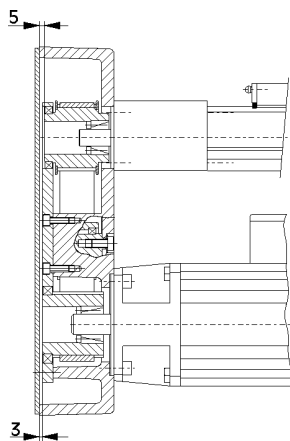

Fig. 8
3. Spingere e serrare le pulegge sincrone (4 e 5) con i calettatori DKWN (6 e 7) sui profili del motore e del modulo lineare WIESEL®. Per la coppia di serraggio delle viti del calettatore DKWN in base al diametro interno (vedi tabella al Capitolo 10 "Dati tecnici"). Distanza tra spigolo superiore dell'alloggiamento e puleggia sincrona 5/3 mm (vedi fig. 8).
4. Inserire la cinghia dentata (8).
5. Inserire il rullo di tensionamento (9) nell'alloggiamento e fissarlo con la vite (10) e la rondella (11).
6. Montare la lastra del cuscinetto (12) sul cuscinetto a sfere e sul rullo di tensionamento e fissarla con le viti (13).